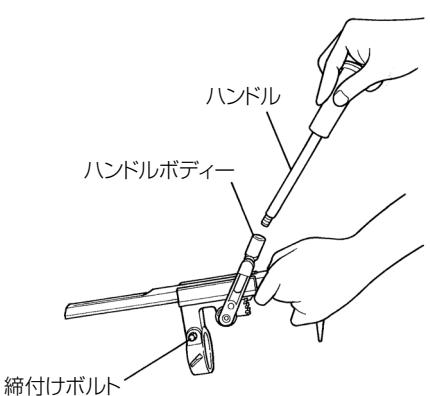

図 6
(1) ハンドルをハンドルボディーにねじ込み取付けます。(図 6)
(2) 締付けボルトを取りはずします。